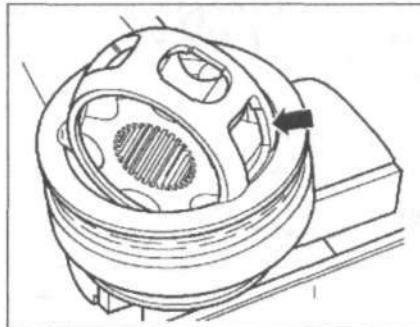

Рис. 9.41. Прокрутите обойму так, чтобы прямоугольные окна (**стрелки**) прилегали к корпусу шарнира.
4. Прокрутите обойму так, чтобы прямоугольные окна (**стрелки**) прилегали к корпусу шарнира (рис. 9.41).